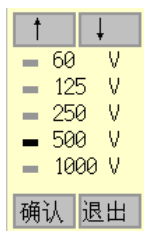

图 7.6 发射电压选择
- 8、发射电压：发射探头的激励电压，按确认键弹出图 7.6 所示的发射电压选择界面，一共有 5 档，分别为 65V、125V、250V、500V、1000V，发射电压越大，发射能量越强，一般的小构件选择低发射电压，大构件选择高发射电压。默认发射电压为 500V。发射电压的选择与采样周期选则基本一样。